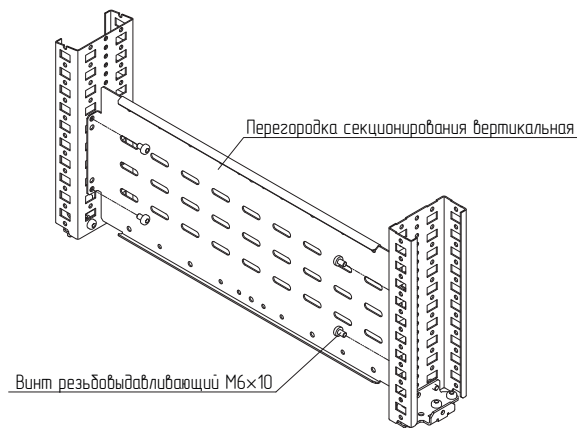

Рисунок 156
4.51.3 Закрепить перегородку секционирования вертикальную между стойками дополнительными вертикальными (рисунок 156). Для крепления использовать винты M6x10. Момент затяжки – 7 Н·м.